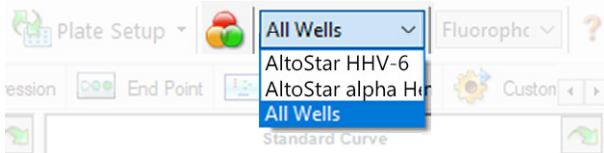

Abb. 4: Schaltfläche und Dropdown-Menü Well Group (Well-Gruppe)
Achten Sie darauf, im Fenster Data Analysis (Datenanalyse) die **Well Group** (Well-Gruppe) des AltoStar® HHV-6 PCR Kit 1.5 auszuwählen. Klicken Sie dazu auf das Dropdown-Menü **Well Group** (Well-Gruppe) rechts neben der Schaltfläche **Well Group** (Well-Gruppe) (siehe Abbildung 4) in der Menüleiste.
Verwenden Sie nicht die „All Wells“ (Alle Wells) **Well Group** (Well-Gruppe). Die Auswahl in Abbildung 4 wird als allgemeine Beispielansicht verwendet.
1. Achten Sie darauf, im Fenster Data Analysis (Datenanalyse) die **Well Group** (Well-Gruppe) des AltoStar® HHV-6 PCR Kit 1.5 auszuwählen. Klicken Sie dazu auf das Dropdown-Menü **Well Group** (Well-Gruppe) rechts neben der Schaltfläche **Well Group** (Well-Gruppe) (siehe Abbildung 4) in der Menüleiste.